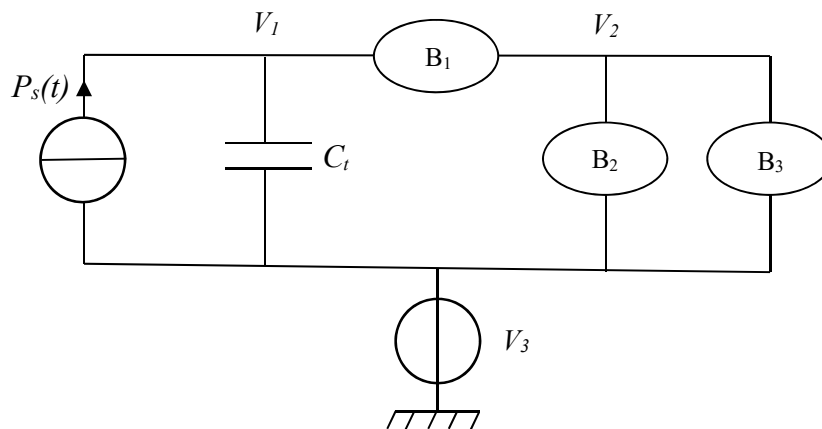

Figure 13 - Schéma électrique équivalent
- Q26.** Une analogie thermique-électrique permet de construire le schéma électrique équivalent suivant (**figure13**).